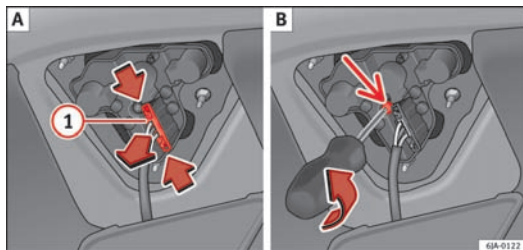

Fig. 163 Afmontering af pæreholder
- Løsn stikket ① ⇒ Fig. 163 A, og skru pæreholderen ⇒ Fig. 163 B af. Sørg for, at skruerne til pæreholderen ikke bliver væk.